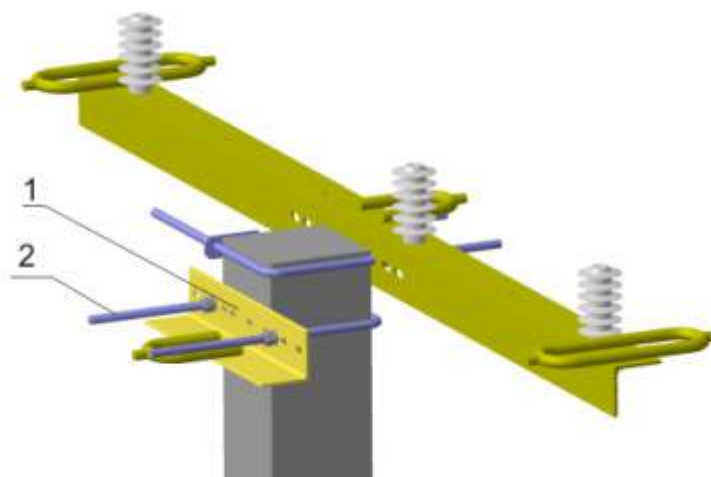

Рисунок 19
2.4.3. На противоположной стороне опоры с помощью хомута ТШАГ 715 113 031 (поз.2, рис 19) закрепить накладку ТШАГ 741 134 014 (поз.1, рис. 19).